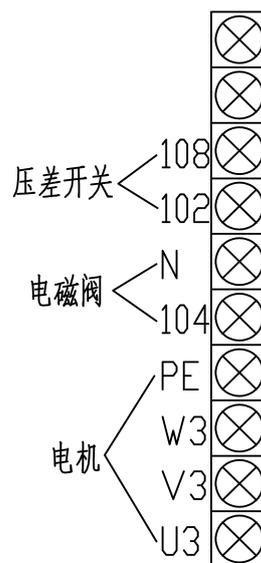

图 6
- (1) 电机接线：电机三相分别接 U3、V3、W3；地线接 PE。（见图 6）接于电控箱右侧下端的 10 位端子板上。
- (3) 压差开关接线：压差开关端 NO 端子接电控箱 102 端子、COM 端接电控箱 108 端子。（见图 6）接于电控箱右侧下端的 10 位端子板上。